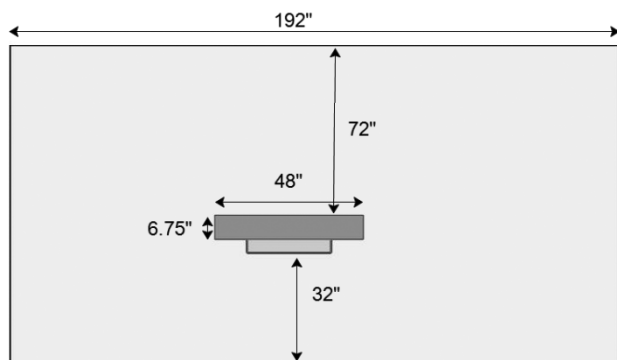
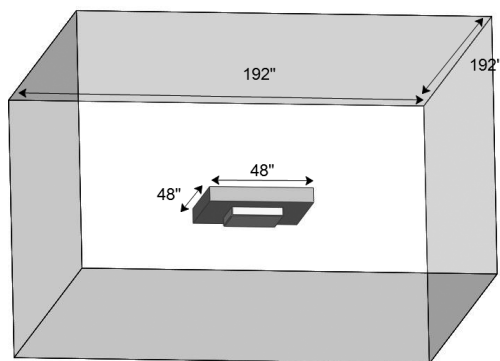

图 7-54 硬木天花板表面空气尺寸 1
图 7-55 硬木天花板表面空气尺寸 2
- 灯具底部距离为 32"，如图 7-54 和图 7-55 所示。